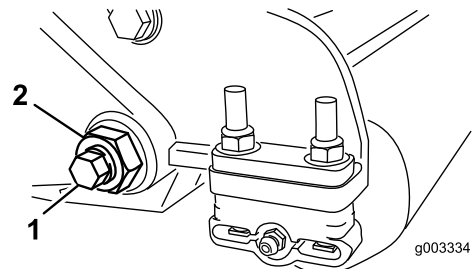

Figura 30
3. En cada lado de la máquina, afloje la contratuerca que fija el perno de la barra de asiento (Figura 30).
4. Retire todos los pernos de la barra de asiento, para poder tirar de la barra hacia abajo y retirarla de la máquina (Figura 30).